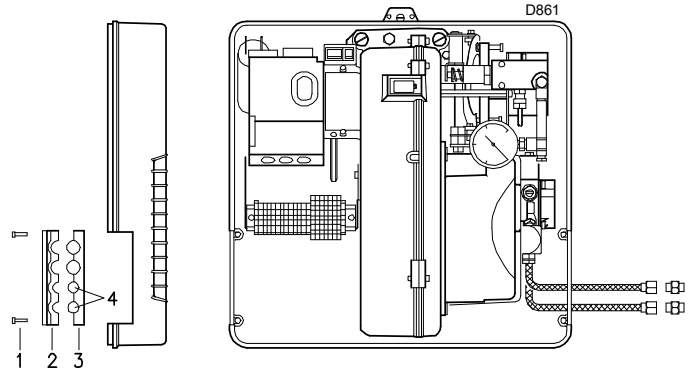

Abb. 19
- Die Schläuche durch die Bohrungen in der Platte ziehen, vorzugsweise rechts (Abb. 19).